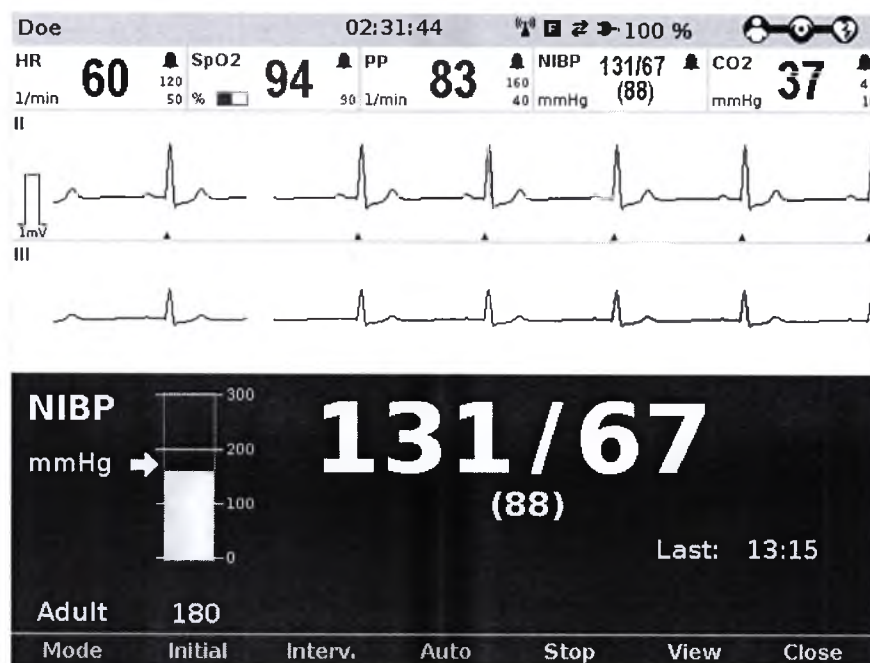

Рис. 6-26 Пользовательская область NIBD на большом экранном виде
- Большой экранный вид (Рис. 6-26)